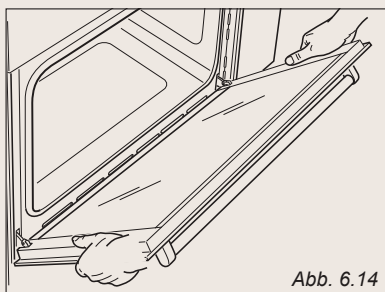

Abb. 6.14
- * Die Tür wie in der Abbildung 6.14 gezeigt, fassen.